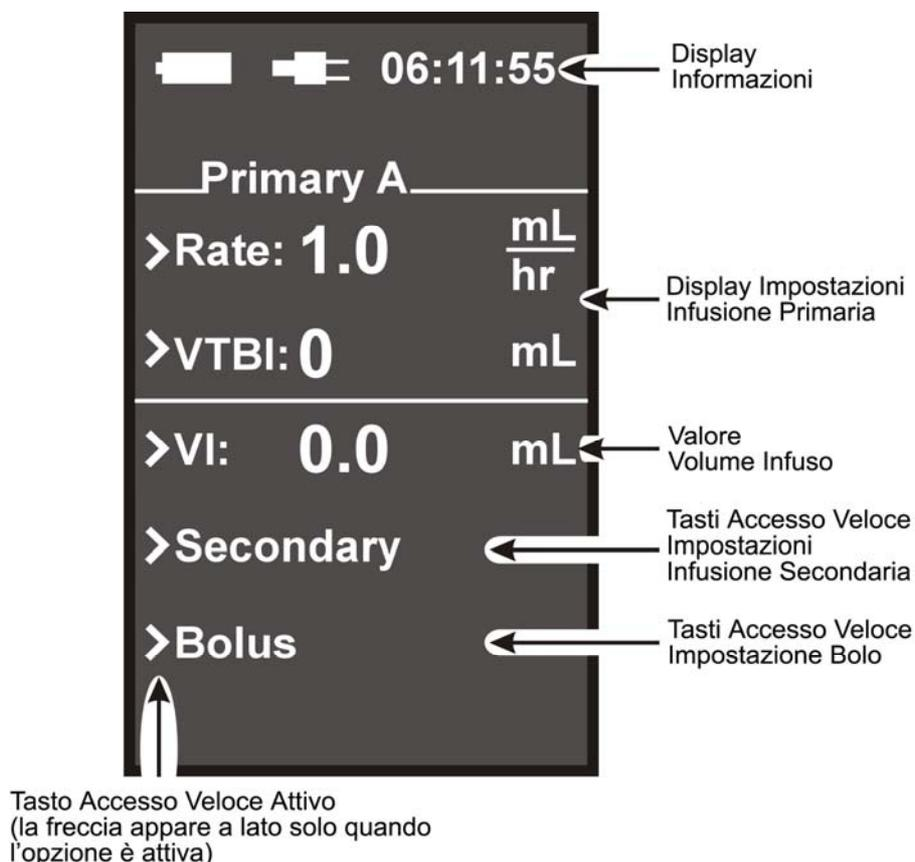

Figura 1-6. Display
1.3 Display. Il Display (appare dopo l'accensione del sistema) visualizza all'operatore le informazioni sui parametri operazionali della pompa. Si faccia riferimento alla **Figura 1-6** per una descrizione della schermata principale. Di seguito sono elencate le caratteristiche e il modo di funzionare